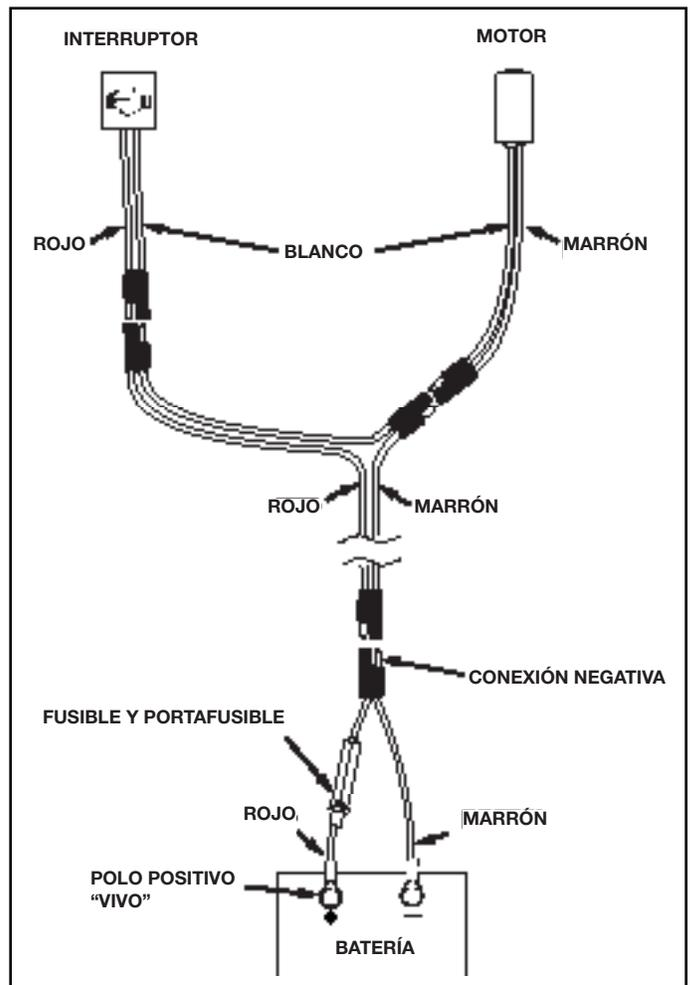

FIGURA 13
- 19. Conecte el arnés de cableado corto (con fusible) a la batería del vehículo, mediante la conexión del cable rojo en el polo positivo y el cable marrón en el polo negativo de la batería. El arnés de cableado puede dejarse conectado a la batería de manera permanente. Véase la Figura 13.
- 20. Conecte el arnés de cableado largo al esparcidor mediante los cables rojo y blanco al interruptor y los cables marrón y blanco al motor del esparcidor. Véase la Figura 13.